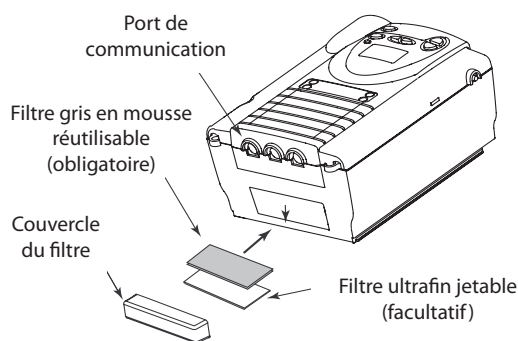

Figure 5-1 Installation des filtres à air
2. Faites glisser les filtres dans l'orifice d'air à l'arrière de l'appareil (le filtre blanc en premier, le cas échéant). Poussez-les dans le renfoncement, comme indiqué dans la Figure 5-1.